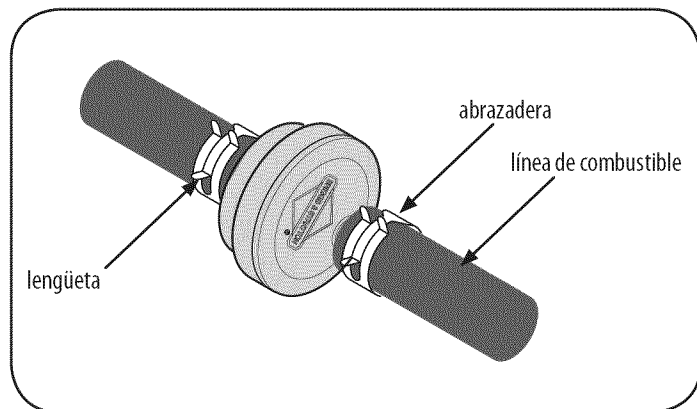

Figura 11
1. Use pinzas para apretar las pestañas de la abrazadera (el lado de la línea de fuera del filtro de combustible), a continuación, deslice la abrazadera lejos del filtro de combustible. Twist y tirar de la línea de combustible fuera del filtro de combustible. Véase la Figura 11.